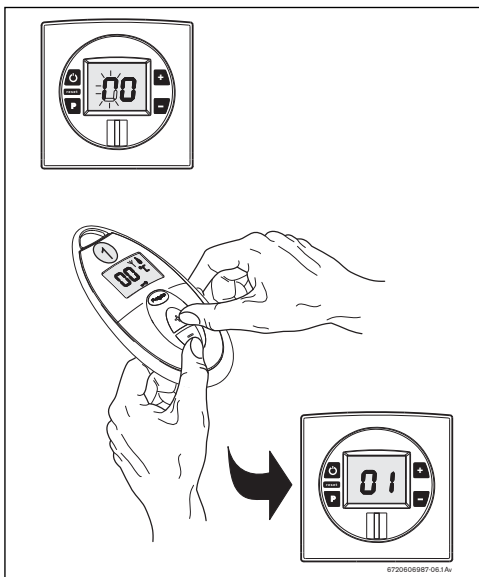

Fig. 19 Activación del mando a distancia
- Coloque el mando a distancia de frente al cuadro de mandos del aparato y pulse simultáneamente las teclas  y  del mando a distancia (Fig. 19).